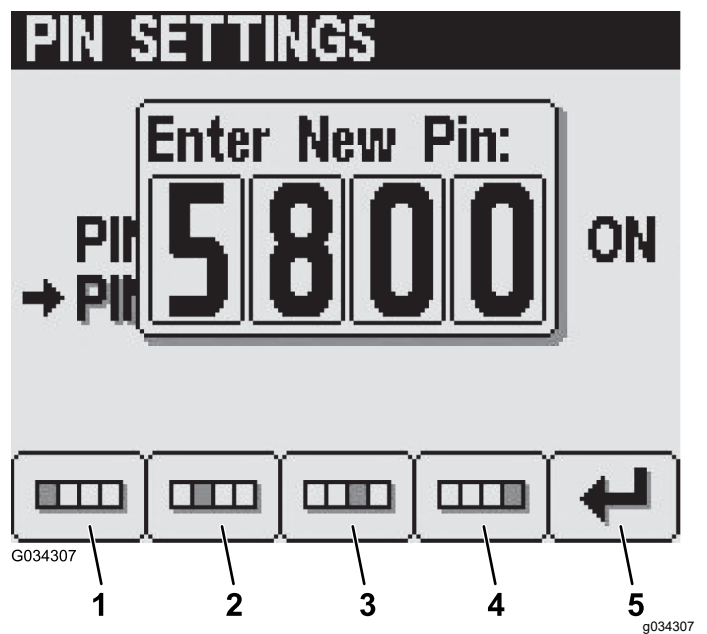

図 28
5. 新 PIN 入力画面で、ボタン14を使って新しい PIN コードを入力する。PIN の入力ができたら、ボタン 5 を押す 図 28。